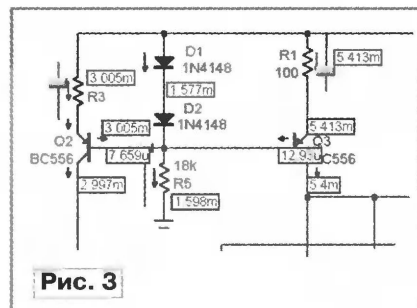

Рис. 3
**Окно анализа режимов устройства по постоянному току.** Для его вывода переходим, щелкнув кнопкой мыши, на **Analysis→Dynamic DC** (фрагмент скриншота — на рис. 3). Напряжения в узлах схемы усилителя будут выведены сразу. На панели инструментов соответствующей кнопкой можно вывести значения токов в ветвях и рассеиваемые мощности на элементах.